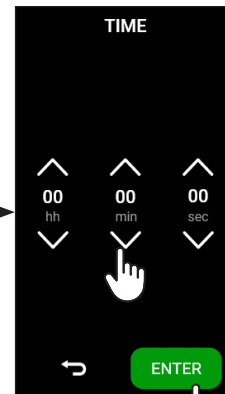

fig.6
Placez l'appareil sur une étagère mobile munie de glissière pour le sortir être en mesure de remplir le réservoir d'eau déminéralisée, placé sur le dessus, et d'accéder à l'interrupteur principal situé à l'arrière de l'appareil (fig.6).
- Réglez l'heure actuelle et appuyez sur ENTER (fig. 6) ;